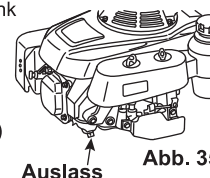

Abb. 35
2. Lassen Sie jegliches Benzin aus dem Kraftstofftank und dem Vergaser ab. (Siehe Abb. 35)